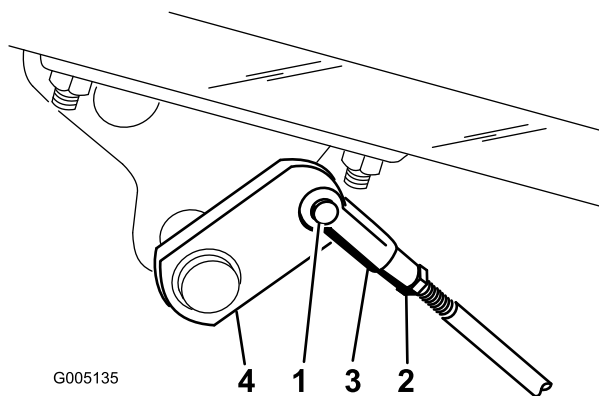

Figure 41
2. Si les freins ne se bloquent pas uniformément, désaccouplez les tiges de frein en retirant la goupille fendue et l'axe de chape (Figure 41).
3. Desserrez l'écrou de blocage et réglez la chape comme il convient (Figure 41).
4. Montez la chape sur l'arbre de frein (Figure 41).